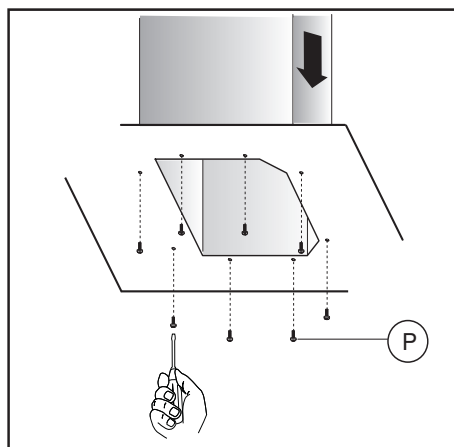
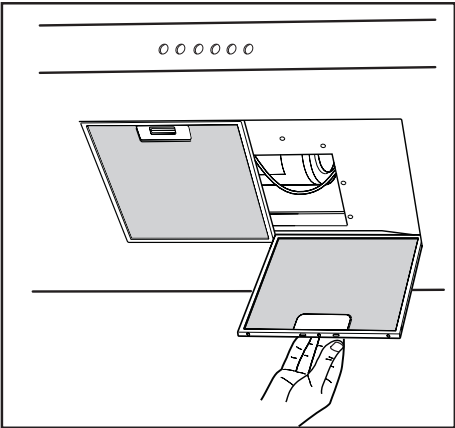

Fig.13
Fig.15
- La distanza minima fra la superficie di supporto dei recipienti di cottura sul dispositivo di cottura e la parte più bassa della cappa da cucina deve essere di almeno 65 cm (Fig.14 a). Se dovesse essere usato un tubo di connessione composto di due o più parti, la parte superiore deve essere all'esterno di quella inferiore. Non collegare lo scarico della cappa ad un condotto in cui circoli aria calda o utilizzato per evacuare fumi degli apparecchi alimentati da un'energia diversa da quella elettrica. Prima di procedere alle operazioni di montaggio, per una più facile manovrabilità dell'apparecchio disinserire i filtro/i antigrasso (Fig.15). -Nel caso di montaggio dell'apparecchio in versione aspirante predisporre il foro di evacuazione aria.
- Se il vostro apparecchio è dotato di camino inferiore che necessita di fissaggio al corpo cappa con le viti, rimuovere dalla cappa i filtri antigrasso agendo sulle apposite maniglie (Fig.15). Avvitare quindi il tubo camino inferiore dall'interno della cappa, utilizzando le viti **P** (Fig. 13). Provvedere infine a ricollocare i filtri nel loro alloggiamento.